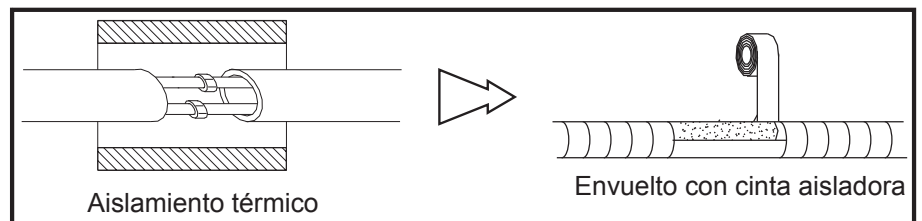
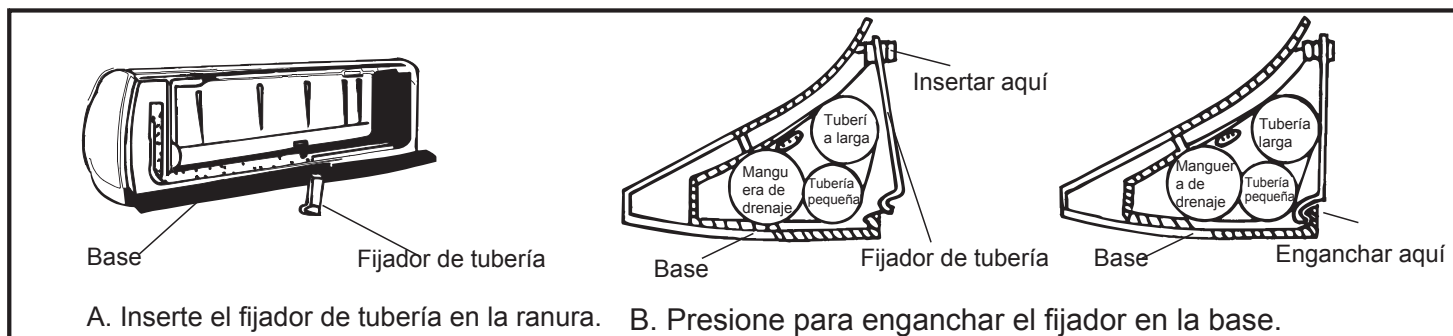

Fig. 13
Fig. 15
5) Después de conectar la tubería, instale la manguera de drenaje. Luego, conecte el cable de alimentación. Después de la conexión, envuelva la tubería, los cables y la manguera de drenaje juntos con materiales de aislamiento térmico (Fig.13-Fig.15).